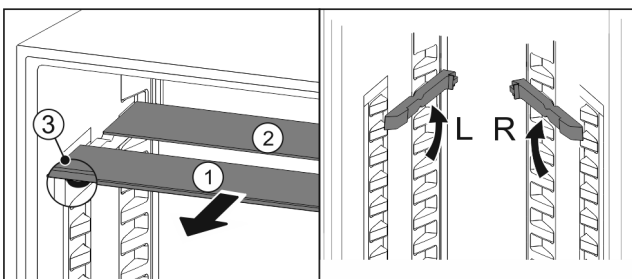

Fig. 158
- ▶ По одной извлеките Fig. 158 (1) стеклянные панели движением вперед.
- ▷ Стеклянная панель Fig. 158 (1) с декоративной планкой лежит спереди.
- ▷ Стопоры Fig. 158 (3) показывают вниз.